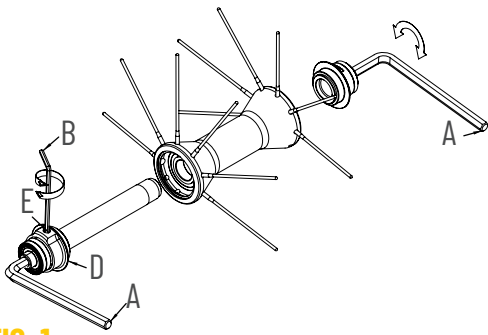

FIG. 1
- Inserite due chiavi a brugola da 5mm (A) dentro agli scontri alle estremità dei mozzi (Fig. 1) e ruotatele in **senso antiorario**.
- Se necessario effettuare una registrazione del mozzo agendo sulla ghiera (D).
- Allentate il grano (E) con una chiave a brugola da 2mm (B) (Fig. 1).
- Richiudete il grano (E).